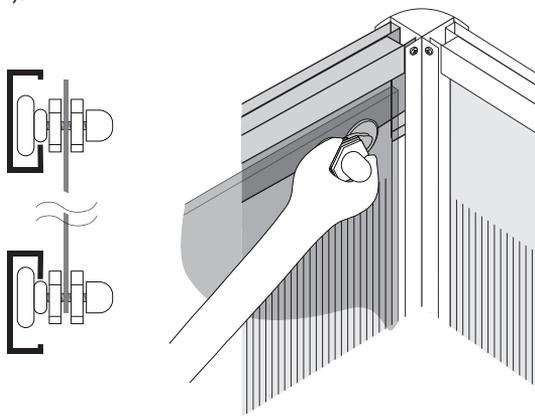

Рис. 57. После регулировки зафиксируйте гайками положение эксцентриков, наверните декоративный колпачок
- отрегулируйте вертикальность, плотность стыка и свободу перемещения обеих дверей эксцентриками (рисунок 57).